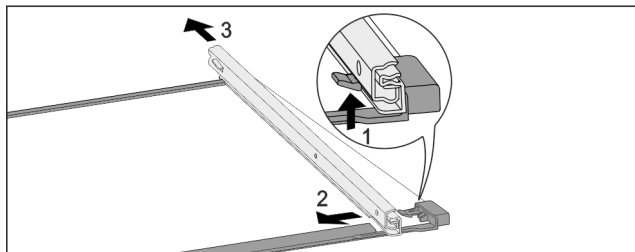

Fig. 227 Tablette en verre avec rails
- Pousser le crochet d'enclenchement avant vers le bas. Fig. 227 (1)
- Pousser le rail télescopique vers le côté Fig. 227 (2) et vers l'arrière Fig. 227 (3).